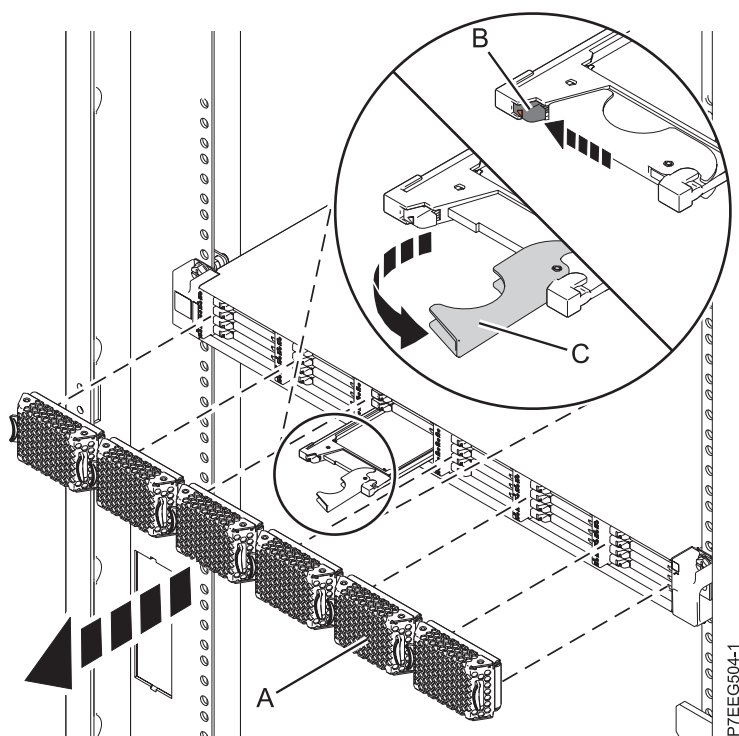

Figura 22. Extracción de la unidad de estado sólido de Alojamiento de almacenamiento PCIe de EDR1
4. Retire la placa frontal (A) que cubre la ranura que contiene la unidad de estado sólido.
5. Cuando el LED de identificación de la unidad de estado sólido se encienda de manera fija, deslice suavemente el pestillo de liberación (B) por encima para desbloquear el asa de la unidad. Consulte Figura 22 en la página 42.
6. Agarre el asa (C) y saque parcialmente la unidad de la ranura.